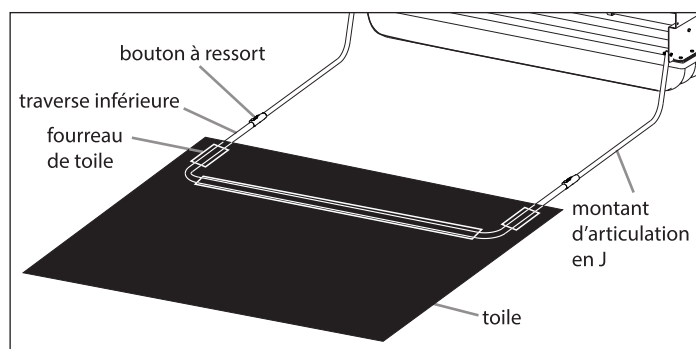

FIGURE 10
15. Déplier la toile et placer le logo Eskimo® près de la porte zippée, qui correspond à l'avant du traîneau. La toile de l'abri étant étendue face extérieure vers le bas, trouver les trois (3) fourreaux sur la partie avant inférieure, le côté droit et le côté gauche de la toile de l'abri. Enfiler la traverse inférieure (68129) dans les trois (3) fourreaux. **VOIR FIGURE 10**
16. Enfoncer un « montant en J » de chaque articulation (68141/68142) dans l'armature inférieure assemblée (68129) avec la toile attachée à l'armature. Enfoncer les boutons à ressort pour pouvoir enfiler la traverse inférieure sur les montants en J attachés aux articulations. **VOIR FIGURE 10**